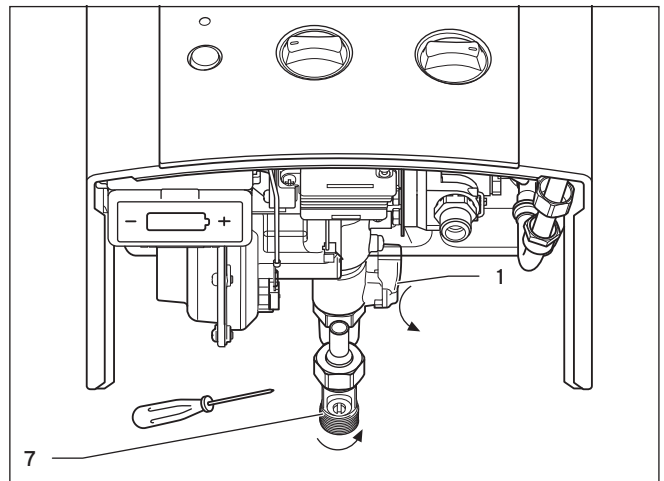

Abb. 4.6 Außerbetriebnahme
- Schließen Sie den Wasserabsperrhahn am Kaltwasser-Anschluss (7) gemäß Abb. 4.6.